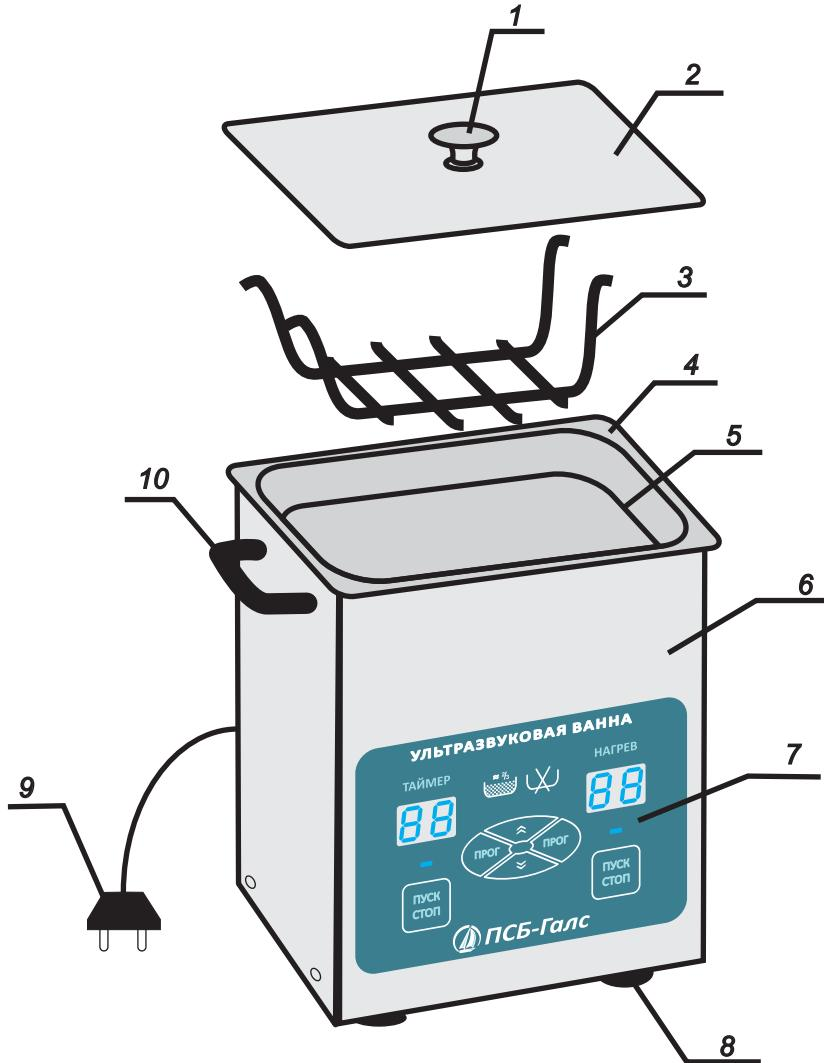

Рисунок 1.
2.1.5. На ИЗДЕЛИИ обёмом от 4,0 литров конструкцией предусмотрены ручки 10 (рисунок 1) с двух сторон для переноса ИЗДЕЛИЯ.
6.6. Залить в ванну 4 (рисунок 1) моющий раствор до метки 5 (рисунок 1). При этом следует помнить, что ИЗДЕЛИЕ может быть включено только после того, как водный раствор будет залит.
6.7. Закрепить по бокам ванны подвесную решётку 3 (рисунок 1).
6.8. Подключить вилку сетевого шнура 9 (рисунок 1) к розетке электросети 220 В, 50-60 Гц.